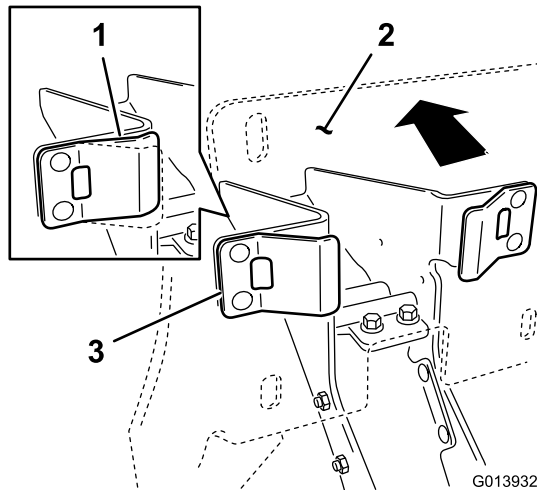

Figura 8
1. Accertandovi che i dispositivi di arresto in plastica siano a contatto con le linguette della molla, esercitate una pressione sul gruppo contropiastra della base sufficiente a comprimere le linguette delle molla a metà corsa (Figura 8).